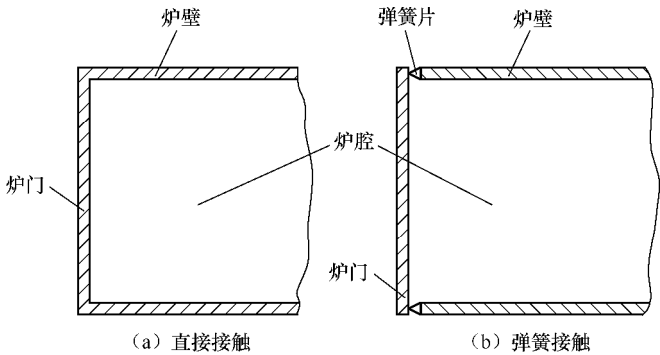
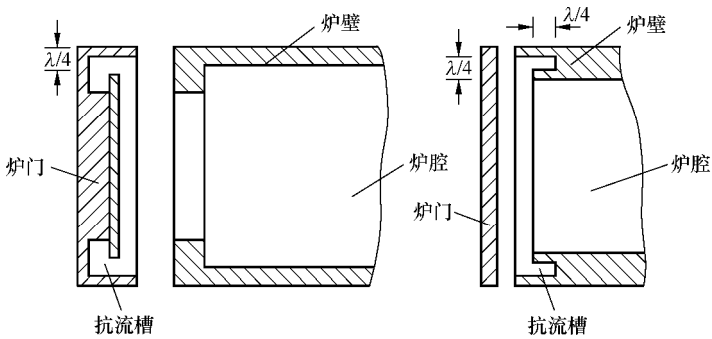

图 6-3-2 接触式微波炉炉门
图 6-3-3 抗流式微波炉炉门
(2) 当搅拌器在炉腔内移动时，周期性地改变微波发生器的负载状况，有利于在炉腔内激励起更多的电磁场模式，如图 6-3-2 所示。
(3) 搅拌器叶片折射作用的周期性变化，将连续改变耦合的激励状况，有利于把各种模式都激励起来。
微波炉炉门的结构分为两大类，即接触式炉门如图 6-3-2 (a)、(b) 所示，抗流式炉门如图 6-3-3 所示。